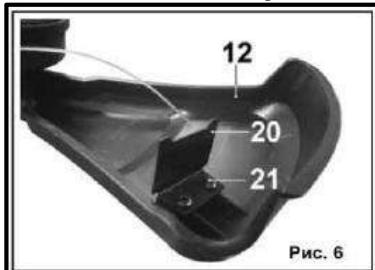

Рис. 6
7.3. Установка ножа для обрезки лески (Рис.6).
При необходимости операцию повторите. Излишняя леска будет срезана ножом (20) установленным слева на защитном кожухе (12)(рис.6).